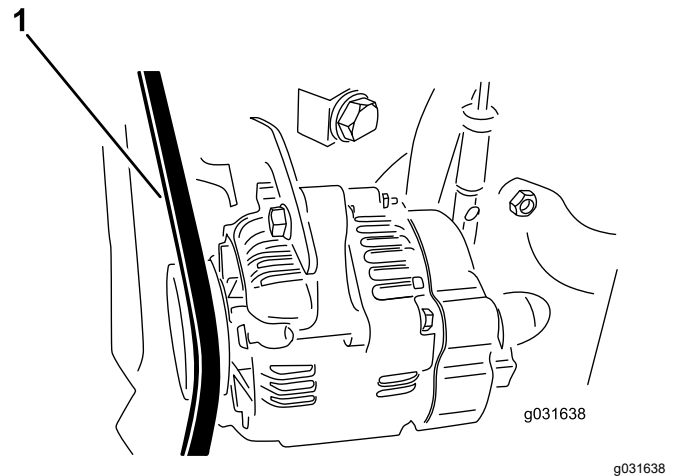

Bild 62
2. Wenden Sie eine Kraft von 30 N zwischen den Riemenscheiben auf den Lichtmaschinenriemen an (Bild 62).